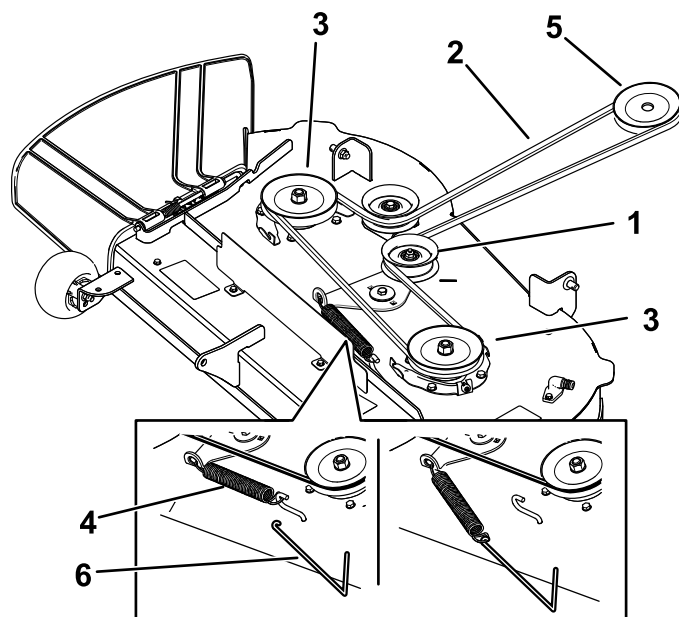

Figure 53
6. À l'aide d'un outil de dépose de ressort (réf. Toro 92-5771), décrochez le ressort du crochet sur le tablier pour détendre la poulie de tension et déchaussez la courroie des poulies (Figure 53).
7. Acheminez la courroie neuve autour de la poulie du moteur et des poulies du tablier de coupe (Figure 53).
8. À l'aide d'un outil de dépose de ressort (réf. Toro 92-5771), accrochez le ressort au crochet situé sur le tablier, afin d'exercer une tension sur la poulie de tension et la courroie du tablier de coupe (Figure 53).